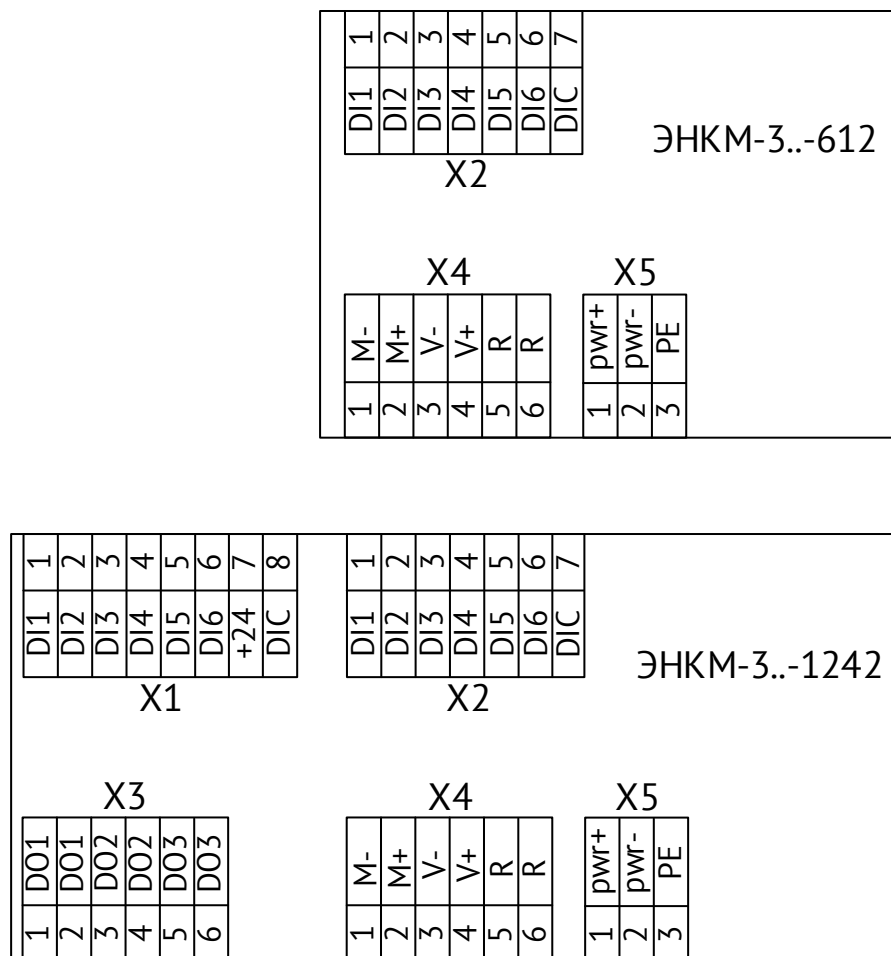

Рисунок 3.11. Обозначение клемм ЭНКМ-3-...-612 и ЭНКМ-3-...-1242
3.16.3 Обозначение клемм ЭНКМ-3-...-612 и ЭНКМ-3-...-1242 приведено на рис. 3.11.